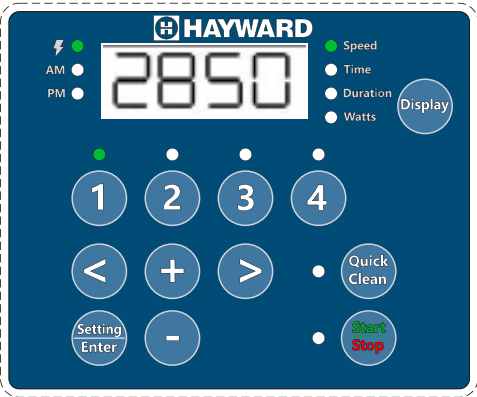

Figure 3
2. Appuyez sur « 1 ». Le voyant de la VITESSE 1 et le voyant du paramètre « Vitesse » clignotent pendant la modification. **Voir la figure 3.**